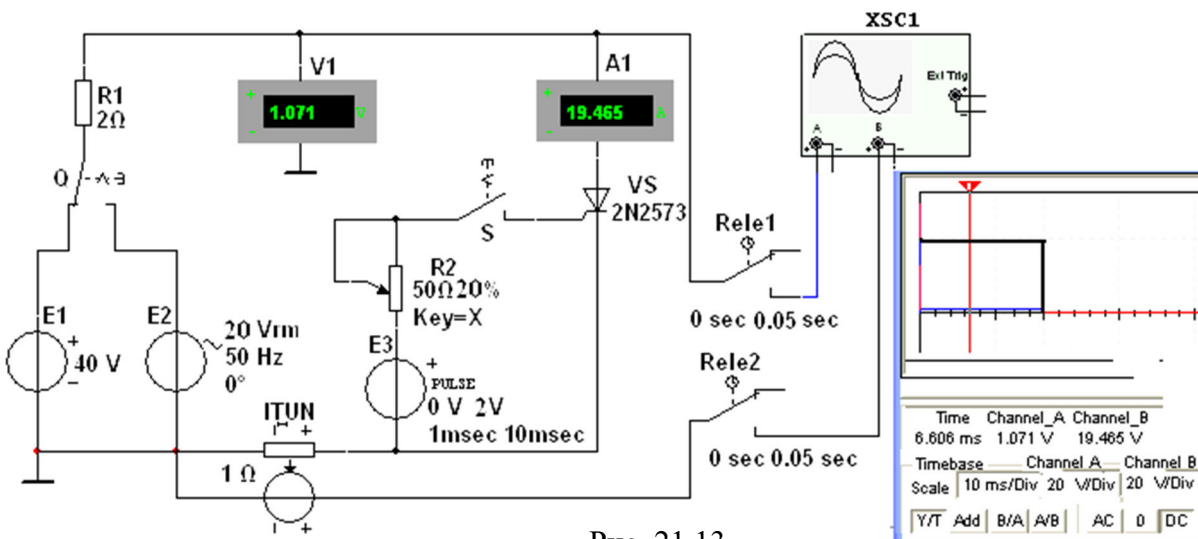

Рис. 21.13
**Задание 3.** Открыть схемный файл **21.13.ms10** или **собрать** схему испытания тиристора **VS** типа **2N2573** (рис. 21.13), содержащей, кроме источников постоянного **E1** и синусоидального **E2** напряжения, генератор **E3** прямоугольных импульсов с регулируемым временем задержки (**Delay Time**) импульсов  $t_3$ , длительностью
импульсов (**Pulse Width**) (задана длительность  $t_u = 1$  мс) и периодом (**Period**)  $T$  (задан период  $T = 10$  мс); датчик тока **INUT** (источник напряжения, управляемый ток: при коэффициенте передачи **INUT**  $k = 1$  Ом значение выходного напряжения в вольтах равно значению тока в амперах; например, значение напряжения 19,465 В (**Chanel\_B**, см. рис. 21.13, справа) равно значению протекающего через тиристор тока 19,465 А, а напряжение на открытом тиристоре (**Chanel\_A**)  $U_a = 1,071$  В); два реле времени **Relе1** и **Relе2** (два переключателя с программируемым временем переключения для задания задержки (0 сек) и продолжительности (0,05 сек) вывода
**Скопировать** изображение схемы (рис. 21.13) на страницу отчёта.
**Установить** переключатель Q (см. рис. 21.13) в правое положение, **замкнуть** ключ S, последовательно **задавать** время задержки  $t_z = 1; 4$  и  $7$  мс импульсов управления  $U_y$  генератора E3 и **зарисовать** (или **скопировать**) на страницу отчёта осциллограммы напряжения  $u_a$  и тока  $i_a$  тиристора.